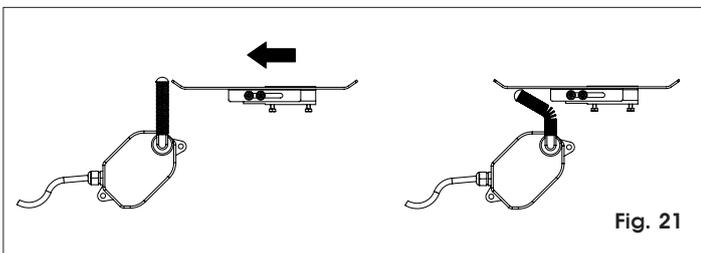

Fig. 21
- a) La lámina debe activar el fin de carrera sobre la parte perfilada, como se indica en la Fig.21.